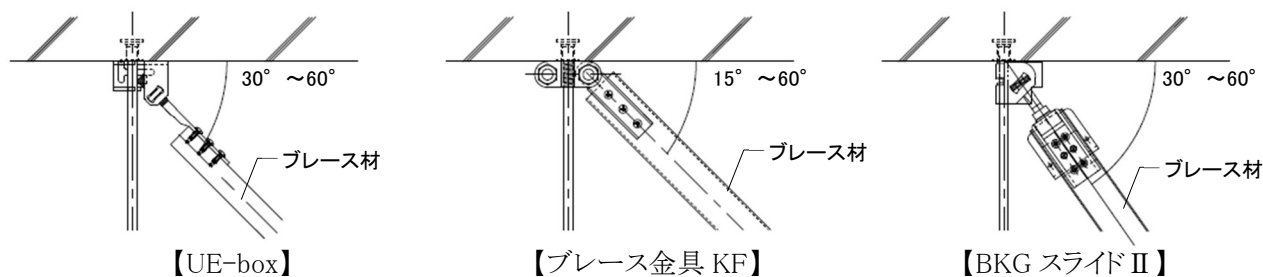

図 2-7-6 ブレース設置角度
- ③ブレースの設置角度は $30^{\circ} \sim 60^{\circ}$ の範囲(ブレース金具 KF の場合は $15^{\circ} \sim 60^{\circ}$ の範囲)となるように設置し、ブレース上部取付金具の取付位置は、インサート、スラブに金具が当たるまでとする。(図 2-7-6 参照)